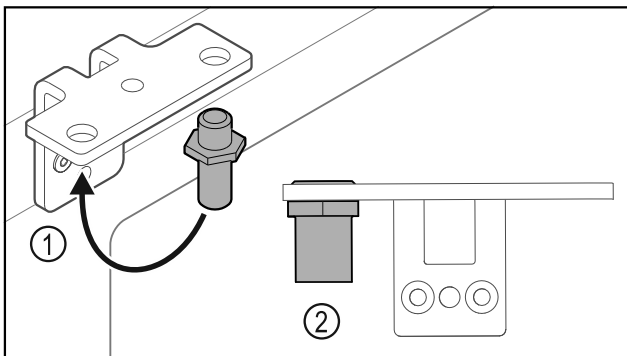

Fig. 31
- ▶ Přesaďte čep Fig. 31 (1) v úhelníku závěsu.
- ▶ Utáhněte čep Fig. 31 (2) utahovacím momentem 12 Nm.